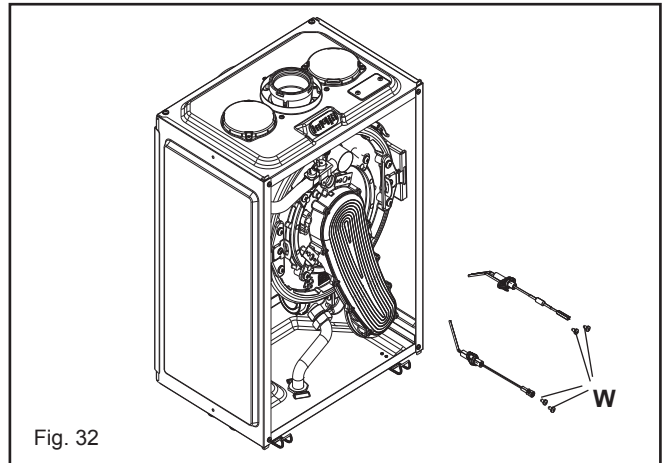

Fig. 32
6.12 ELECTRODES & CONDENSE SENSOR (fig. 32)